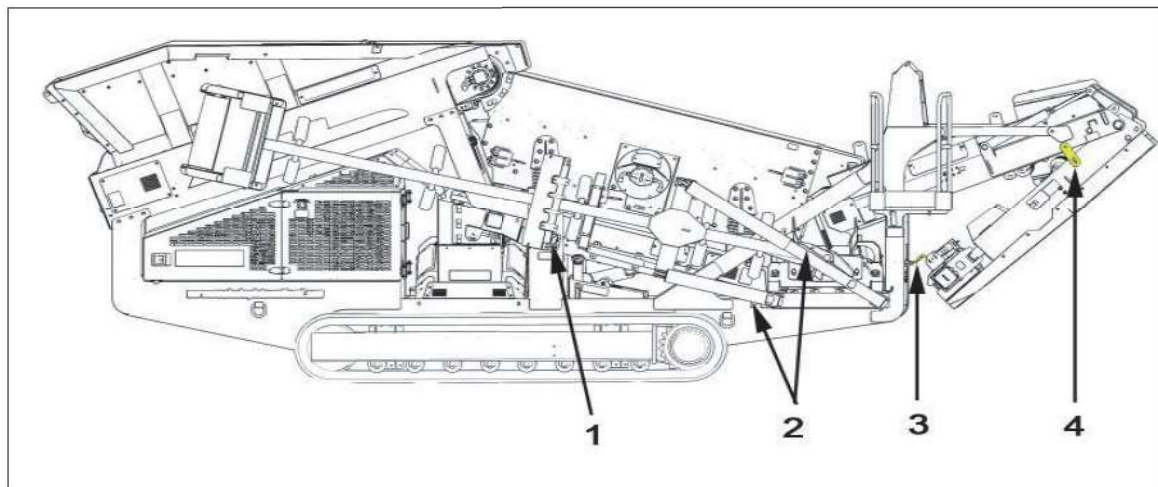

Figure 4.37 - Opstelling zij- en eindbanden
3. Verwijder de transportsteunen van de eindband (4) en de zijbandpennen (1) en (2) zie afb. 4.37.
4. De hydraulische bedieningshendels voor de zij- en eindbanden bevinden zich onder de eindband, zie (3) op afb. 4.37.